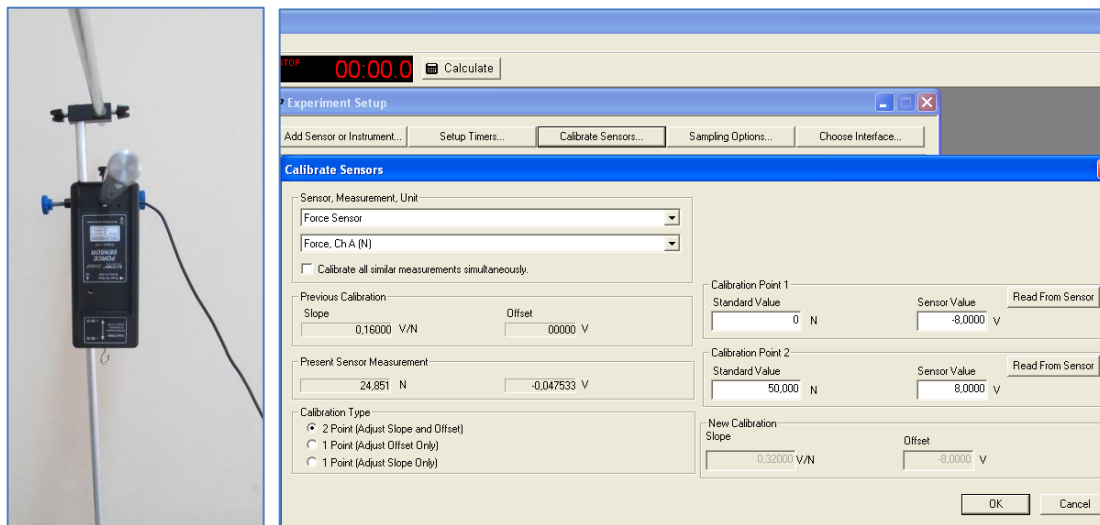

Figura 2: Calibración del sensor, Paso 1.
- 2.1 Para calibrar el sensor este se debe colgar hacia abajo sin masa como se aprecia en la figura 2 izquierda.
- 2.3 En el programa se debe seleccionar la opción "*Calibrate Sensors*". Sin colgar nada del sensor, fijar el valor en 0 como se aprecia en la figura 2 derecha.